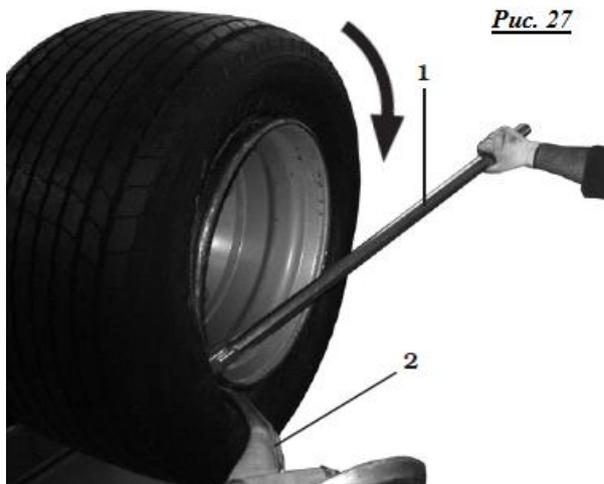

Рис. 27
- Переместите инструмент на внешнюю сторону (рис. 27, с. 2), чтобы позволить рычагу (рис. 27, с. 1) легко войти между ободом и бортом. Рычаг необходимо вставлять (рис. 27, с. 1) между ободом и бортом с правой стороны от держателя (рис. 27, с. 2).
- Поворачивайте колесо по часовой стрелке, продолжая давить на рычаг (рис. 27, с. 1), пока борт полностью не отстанет от диска.